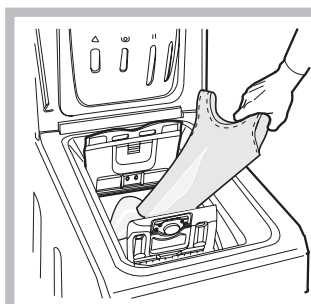

Fig. 3
**Чистка:** Затем с помощью старой зубной щетки промойте распределитель под краном (рис. 3). Выньте пару сифонов, вставленных сверху в отделения 1 и 2 (рис. 10.4), проверьте, не закупорены ли они, и промойте их.